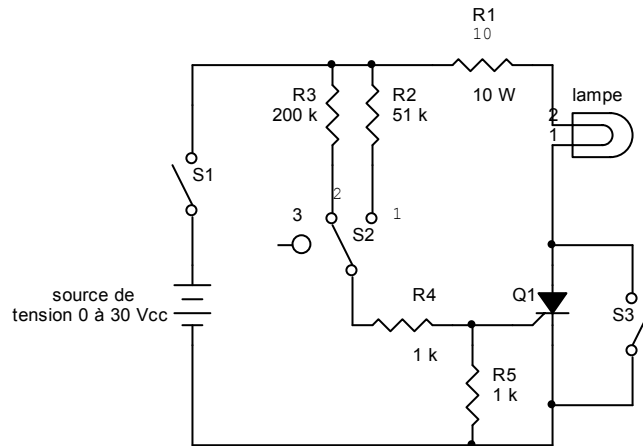

Figure 1-1 : Circuit à base d'un SCR en régime continu.
- *Résistances de 1/4 W (4) : 1 k $\Omega$  (2), 51 k $\Omega$  et 200 k $\Omega$  ;*
- *Interrupteurs à un pôle et une position (2) ;*
- 2. montez le circuit qui apparaît à la figure 1-1.*